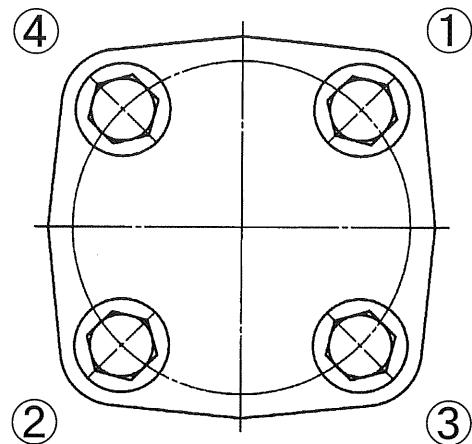
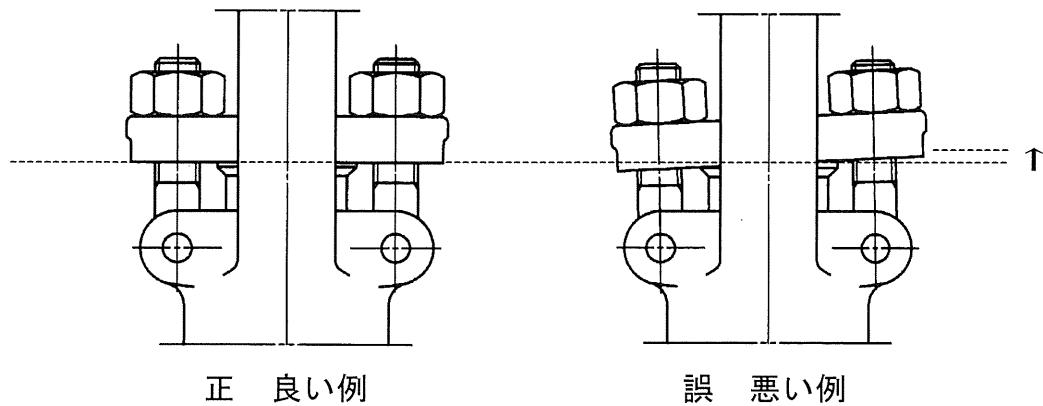

図 6.2 ふたボルトの締め付け順序例
図 6.3 グランドボルトナットの締め付け調整例
- ② この場合、ふたボルト、弁棒ねじ部にはグリースを塗ることによって焼き付きやかじりを防止することができます。
- ③ グランドパッキンを挿入する場合は、グランドパッキンの切り口が重ならないように、1リングずつ挿入し、且つ1リングずつ毎に適当な締付力を与えてください。
- ④ ふたボルトの締め付けにあたっては、図 6.2に示すとおり、相対するボルトナットを交互に均等な力で締めてください。弁箱フランジ面とふたフランジ面が密着するまで締めつけてください。
- ⑤ ふたボルトの締め付けトルクは、表 6.1に示すとおりです。
- ⑥ 図 6.3に示すとおり、グランドボルトナットを締めながらハンドル車の廻り具合をみてグランドを片締めしないよう交互に平均した力で調整してください。
- ② この場合、ふたボルト、弁棒ねじ部にはグリースを塗ることによって操作性を維持することができます。
- ④ ふたボルトの締め付けにあたっては、図 6.2に示すとおり、相対するナットを交互に均等な力で締めてください。弁箱フランジ面とふたフランジ面が密着するまで締めつけてください。
- ⑥ 図 6.3に示すとおり、グランドボルトナットを締めながらハンドル車の廻り具合をみてグランドを片締めしないように交互に平均した力で調整してください。
- ⑦ グランドボルトナットの締め付けトルクは、表 6.2に示すとおりです。
- ① 組立ての手順は、分解の手順の逆を行ないます。
- ② ふたボルトの締め付けにあたっては、図 6.2に示すとおり、相対するナットを交互に均等な力で締めてください。弁箱フランジ面とふたフランジ面が密着するまで締めつけてください。
- ③ ふたボルトの締め付けトルクは、表 6.1に示すとおりです。